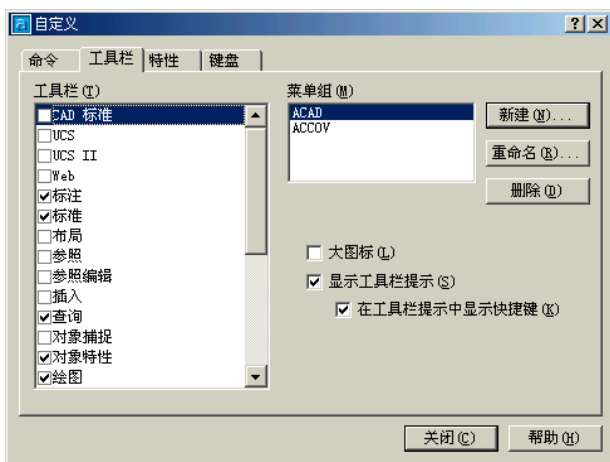
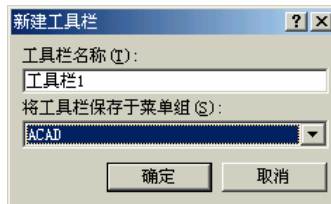

图 1-9
图 1-10
(1) 执行[视图][工具栏]命令,或者是执行[工具][自定义][工具栏]命令,都将打开“自定义”对话框。
(2) 在该对话框单击“工具栏”选项卡,打开如图 1-9 所示对话框。
(3) 在该对话框的“工具栏”滚动窗口中勾选或取消需要的工具栏,可同时打开或关闭多个工具栏。
(4) 在图 1-9 中单击“新建”按钮,即可打开如图 1-10 所示对话框。在该对话框中的“工具栏名称”输入栏指定新建工具栏的名称,在“将工具栏保存于菜单组”下拉列表框中指定工具栏存储在哪个菜单组中,AutoCAD 提供了一个名为 ACCOV 的空白菜单组供用户建立自己的菜单组,单击“确定”按钮即可新建一个工具栏。